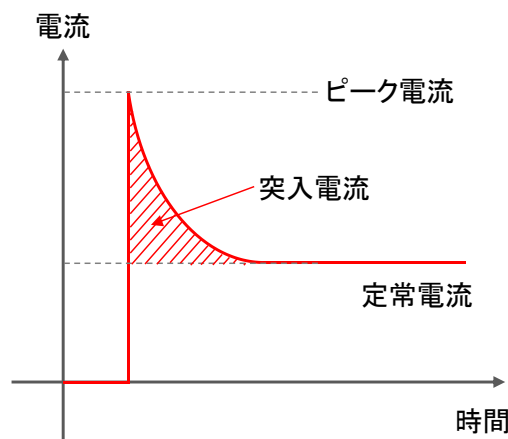

図 24. 突入電流波形の一例
- ・点灯検査で実装基板に試験電圧を印加した際、突入電流により LED に最大定格を超える大きな電流が一時的に流れる。(図 24 参照)